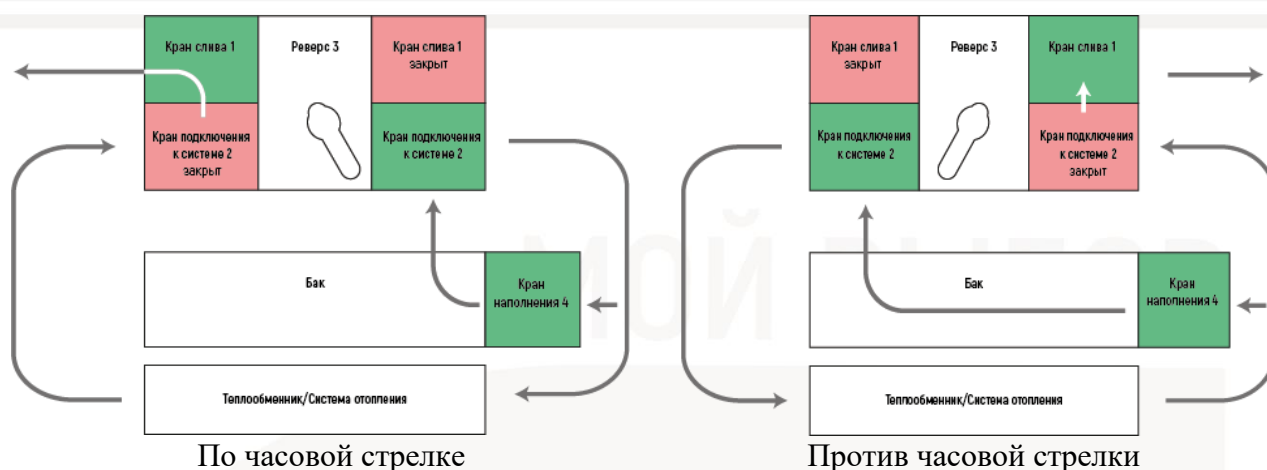

Рис. 3. Режим промывки
- Промыть теплообменник проточной водой и провести нейтрализацию остаточной кислотности с помощью реагента **Pipal® SteelTEX® NEUTRALIZER** (см. рис. 3)